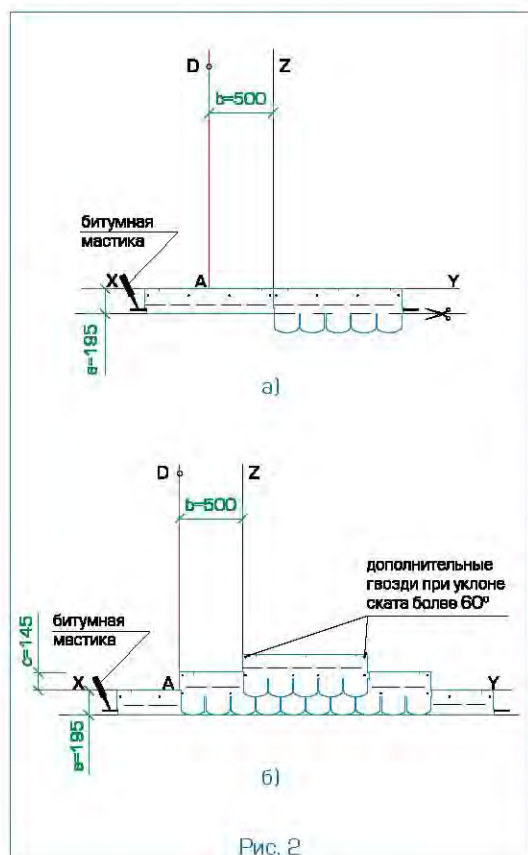

Рис. 2
### Укладка материала (рис. 2)
- Начальный ряд формируется из листов черепицы АНТИК обрезанных по линии образованной конечными точками вырезов. Полученные таким образом полосы шириной 19,5 см укладываются по линии карниза в обе стороны от линии Z (рис. 2а) и фиксируются по нижнему краю битумной мастикой, а по верхней кромке 4 гвоздями (ось гвоздей на 5 см ниже верхнего края полосы);
- далее первый ряд черепицы укладывается от линии AD (рис. 2б);
- второй ряд укладывается от линии Z (со смещением 50 см от AD) (рис. 2б);